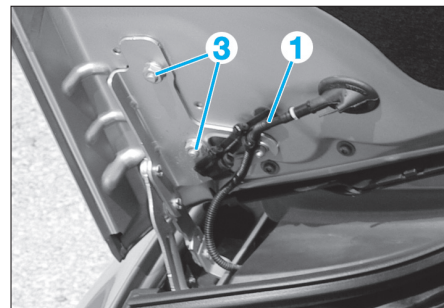

Fig. 9
- Débrancher la durit du lave glace (1) (Fig.9).
- Avec l'aide d'un second opérateur, le maintenir dans la position ouverte et déposer les vis (3) intérieures du capot (Fig.9).